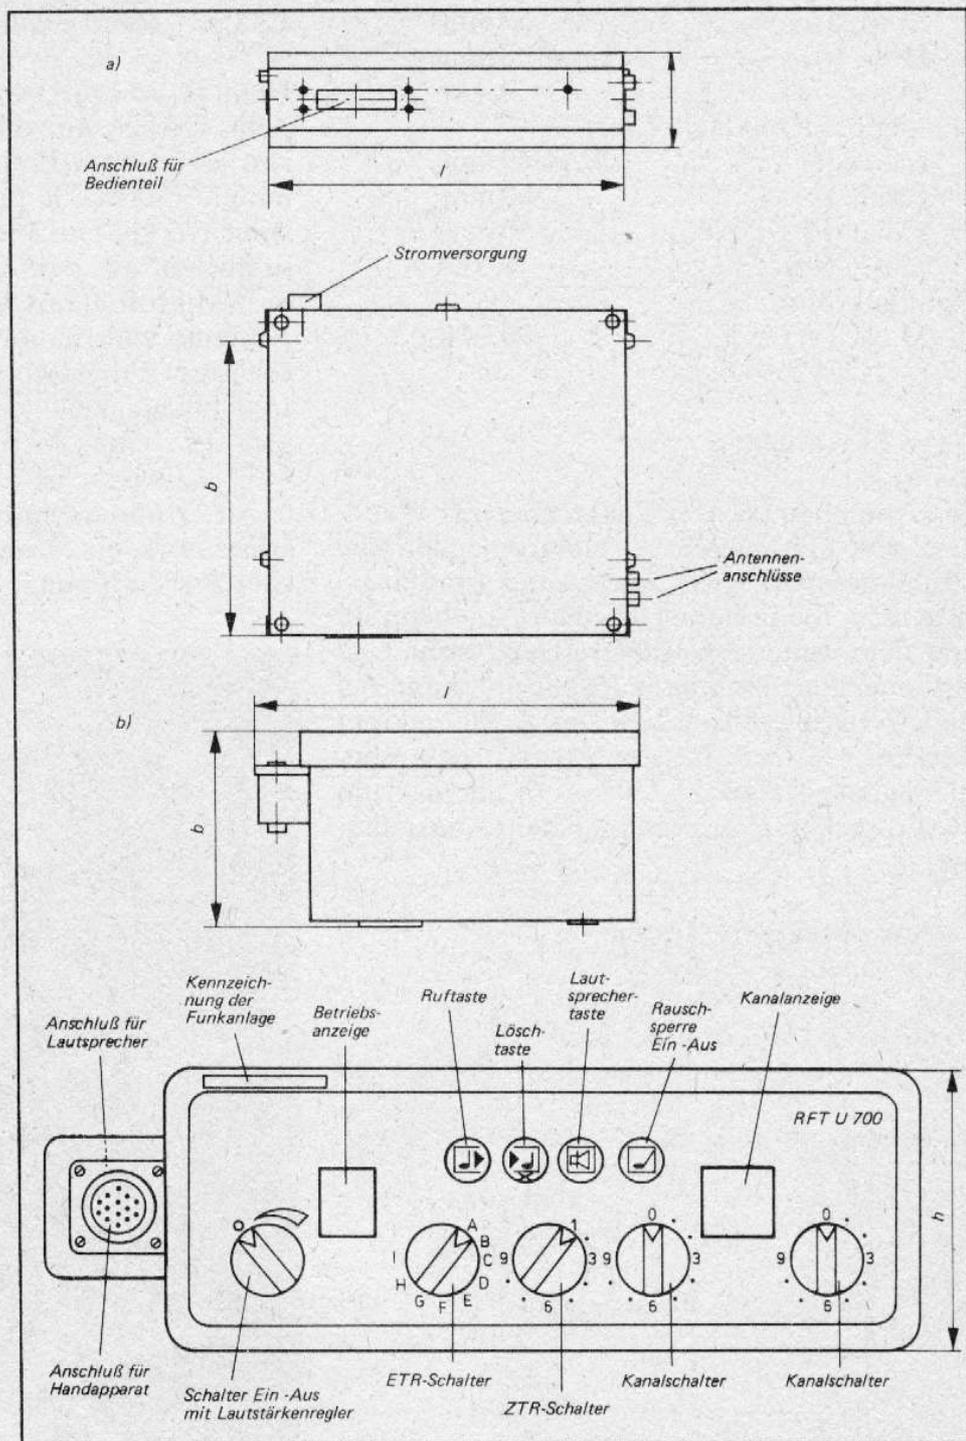

Abb. 263
Das Sende- und Empfangsgerät UFS 721 (s. Abb. 262) ist eine mobile Station für das 2-m-Band und wird in den Feuerwehrfahrzeugen verwendet. Es besteht im wesentlichen aus dem Sende- und Empfangsteil (UFS 721), dem Bedienteil (UBS), dem Handapparat (UML), dem Lautsprecher (UL) und der Antenne. Das Gerätesystem 700 ist mit modernsten elektronischen Bauteilen aufgebaut. Das Bedienteil, die Antenne und die Stromversorgung werden über Steckverbindungen an das Sende- und Empfangsteil angeschlossen (s. Abb. 263). Die Stromversorgung erfolgt direkt von der 12-V-Fahrzeuggatterie aus. Bei anderen Betriebsspannungen (6V oder 24 V) muß vor das Gerät ein Transverter geschaltet werden. Das Bedienteil kann unmittelbar auf das Sende- und Empfangsteil aufgesteckt oder über ein Verbindungskabel vom Sende- und Empfangsteil abgesetzt betrieben werden. Das Gerät ist bei